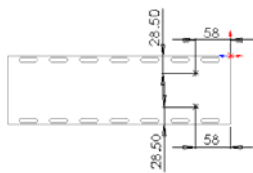
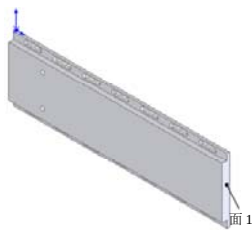

图 10-12 标注的草图
图 10-13 添加的柱形沉头孔
3) 按照图示进行设置后,单击[位置]按钮,然后用鼠标单击上一步设置的基准面,添加两个点,作为柱形沉头孔的位置并标注尺寸,结果如图 10-12 所示。单击  按钮,结果如图 10-13 所示。
1) 单击图 10-13 中的表面 1,然后单击[视图(前导)]工具栏的[视图定向]中的[正视于]按钮 ,将该表面作为绘制图形的基准面。